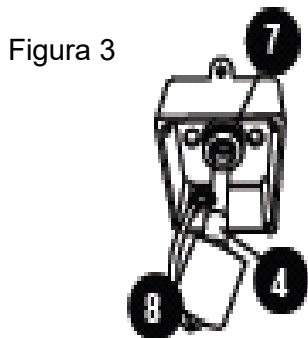
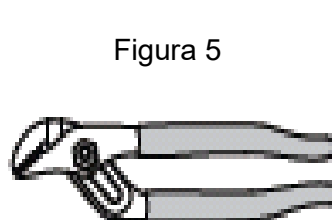

Figura 3
Figura 5
4. Espere a lâmpada ultravioleta esfriar completamente. Após esfriar, remova a tampa do Sistema CLEARRAY (10) e a vedação (9) removendo os quatro parafusos (11).
5. Remova o soquete da lâmpada (8) deslizando-o sobre o cabo fora da porca de Compressão (7), Figura 3
8. Remova a porca de compressão (7) virando-a no sentido anti-horário, Figura 3. Utilize um par de alicates se necessário, Figura 5.
19. Deslize a nova lâmpada UV (4) de volta para dentro do tubo de quartzo, Figura 3.
20. Reinstale a lâmpada (8) de volta com a porca de compressão (7).
21. Reinstale a tampa de fechamento (10) com a vedação (9) e aperte com os parafusos.